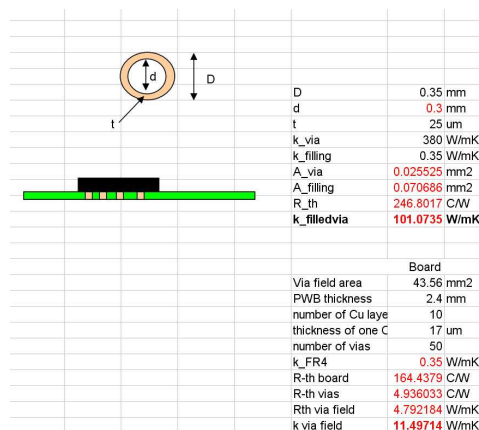
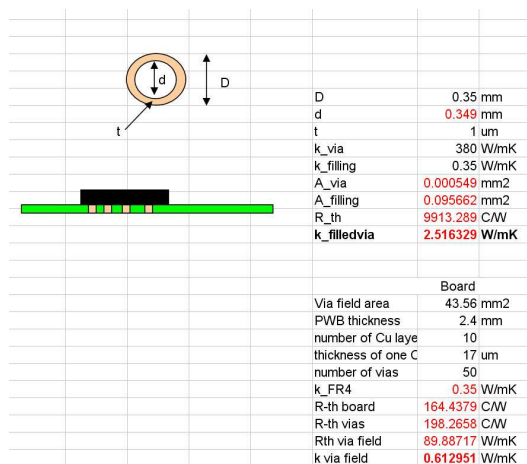

图 1 镀层厚度 25um 过孔导热系数的计算
图 2 镀层厚度 1um 的过孔导热系数的计算
过孔导热（垂直方向）是由三部分并联组成的，FR4，孔壁上的镀层 Cu，塞孔的材料绿油（没有塞孔的话就是空气）。经过分析发现占主导因素的，是镀层 Cu（考虑厚度 25um 的情况）计算如图 1，得到的导热系数是 11.49，而如果将镀层的厚度改为 1um，如图 2，导热系数就变成了 0.6 左右了。因此，我想提醒新手：
4. 如果你不会计算，可以大致用经验数据 10 来代替，这个数字可以见图 1 中关于孔的信息。